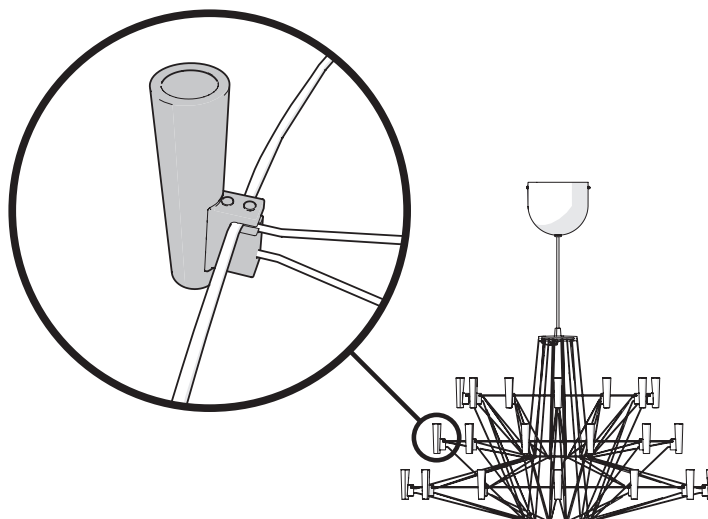

図1
1. LEDの取付ネジ（上部2ヶ所、下部1ヶ所合計3ヶ所）を付属の六角レンチで回してゆるめ（図1）、ワイヤーフレームからLEDを取り外します。（図2）